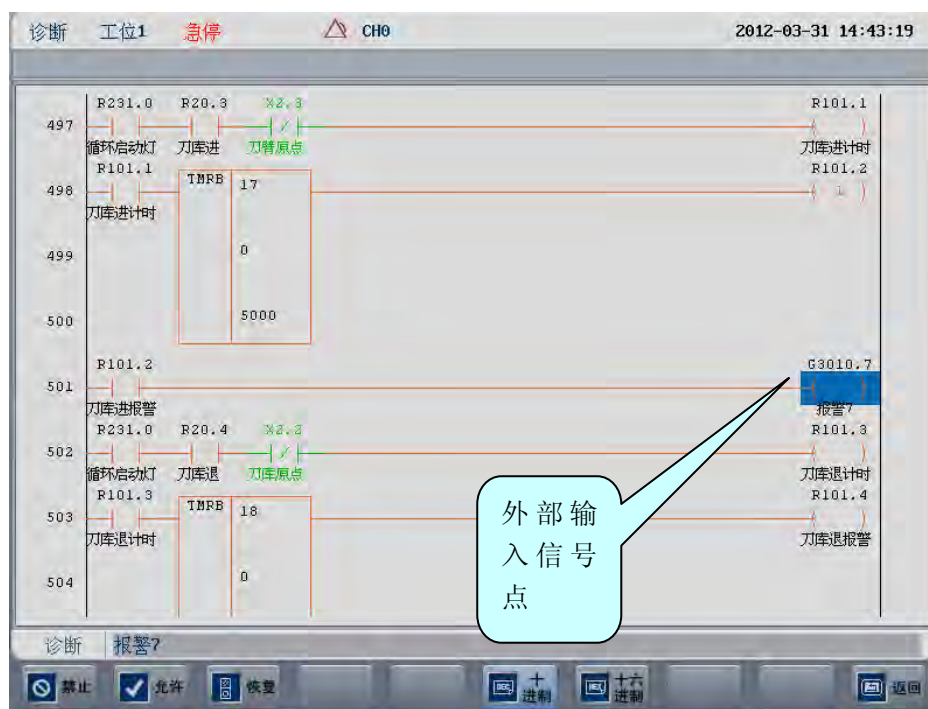

图 6.6.3 定位最终点
- 6) 如图 6.6.3 中第 497 行，可知当前刀库进到位需要 X2.3 的断开信号；